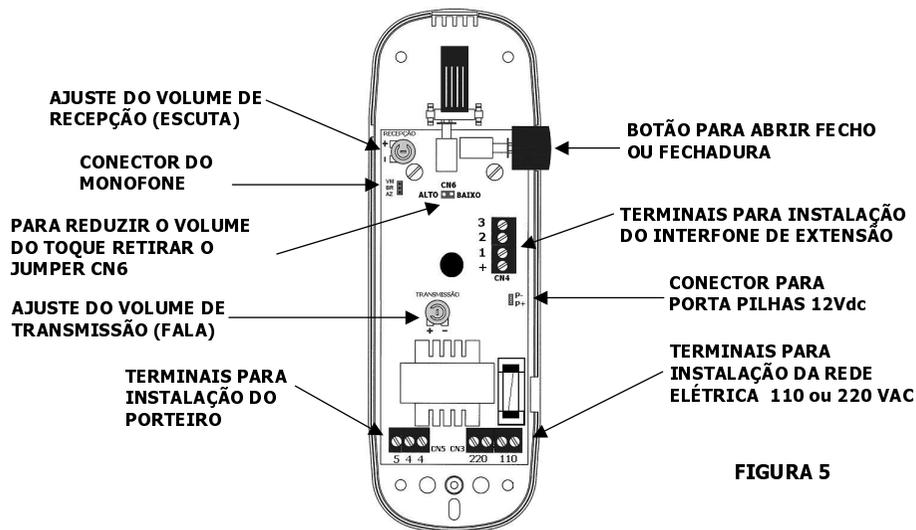

FIGURA 5
Caso a comunicação necessite de ajuste da transmissão (fala) e da recepção (escuta), isso poderá ser feito através dos ajustes de volume, trimpot TX (transmissão – fala) e trimpot RX (recepção – escuta), vide figura 5.
Este produto não tem chave seletora de tensão, para ligá-lo, ligue **os terminais identificados como 110V na rede elétrica 110V** ou ligue **os terminais identificados como 220V na rede elétrica 220V**, vide figura 5.
3) Para manter o sistema funcionando a comunicação na falta de energia elétrica, instale o porta pilhas opcional, vide figura 5.
4) Para acionamento do fecho ou fechadura eletromagnética de qualquer outro local da residência colocar um botão adicional (Botoeira NA Amelco) entre os **TERMINAIS (4)** e **(1)**, vide tabela de especificações dos fios.
Quando a campainha for pressionada no porteiro da rua, o sistema emitirá um toque no interfone. Ao ouvir o toque, você atende o interfone, estabelecendo a comunicação e reconhecendo o visitante, fazendo com que você não se exponha indo até o portão (**SEGURANÇA e CONFORTO**). Para acionar a abertura do portão (se tiver fecho ou fechadura instalada), basta apertar o botão lateral do interfone, vide figura 5.